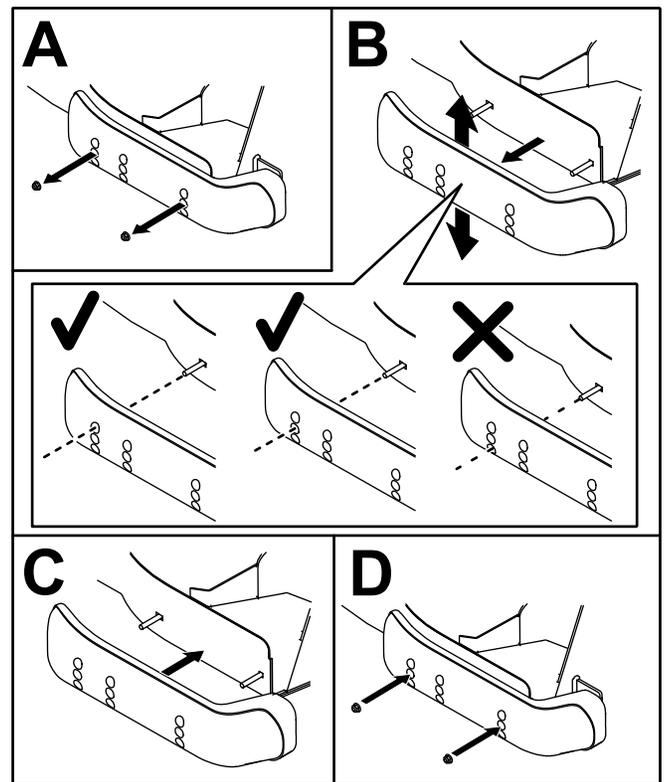

Figura 15
3. Mueva el patín a la posición que desee y fíjelo a la unidad de corte con los pernos con arandela prensada y las tuercas (Figura 15).